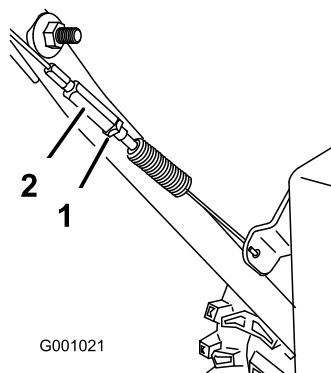

Рисунок 46
3. Затяните контргайку (Рисунок 46).